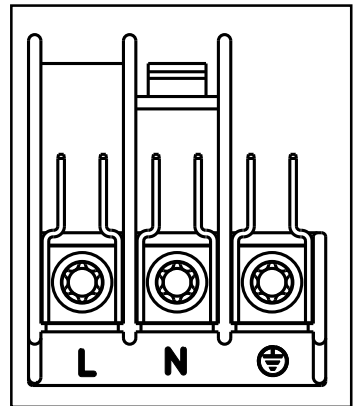

Fig. 25
2. Déconnectez le câble de la plaque à bornes (Fig. 25) positionnée sur la partie postérieure du four, et remplacez-le avec une des types mentionnés dessus.